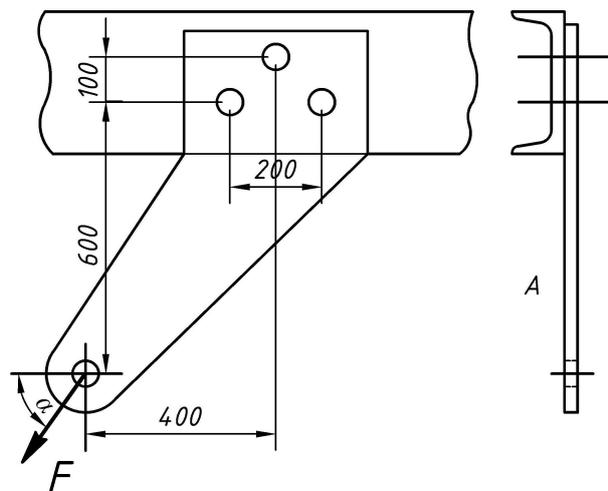

Рис. 8.2. Расчетная схема к задаче № 2
2. Рассчитать болты, которыми полоса A прикреплена к швеллерной балке (рис. 8.2), по данным табл. 8.2.